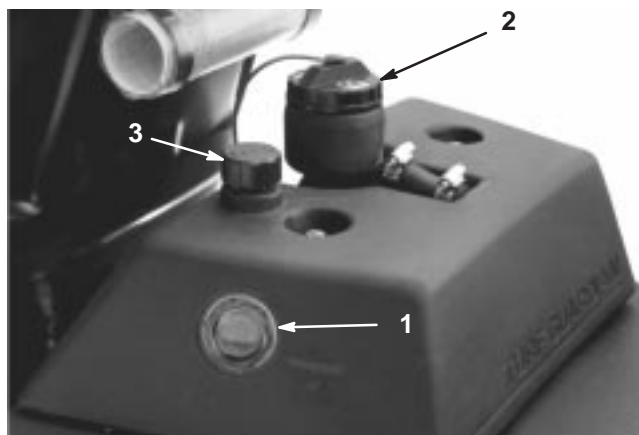

Figure 17
1. Placez la machine sur une surface plane et horizontale. Attendez que la machine ait refroidi pour que l'huile soit froide. Contrôlez le niveau d'huile à travers le viseur sur le côté du réservoir d'huile auxiliaire (Fig. 17). Si le niveau atteint le repère du plein à côté de la jauge, il est inutile de faire l'appoint.